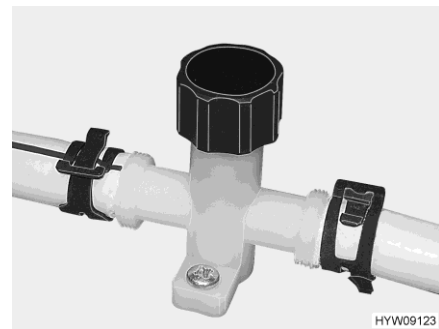

Fig. 113 Rubinetto di scarico (tubatura dell'acqua)
- Chiudere i rubinetti di scarico. A tal fine, ruotare in senso orario il coperchio del rubinetto di scarico (Fig. 113).